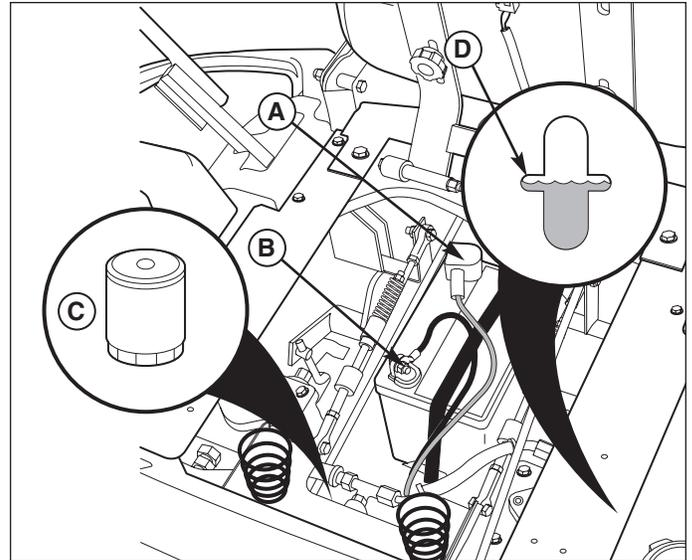

Figure 18. Compartiment de la batterie
1. Vérifiez le niveau de l'huile lorsque la machine est à froid. Le port d'inspection est situé à l'intérieur du couvercle du réservoir droit. Le niveau de l'huile doit être dans les 1,3 cm du repère de niveau horizontal (D, Figure 18). Si le niveau d'huile est inférieur à ce niveau, passez à l'étape 2.
1. Repérez le filtre d'huile de transmission (C, Figure 18) à l'arrière du compartiment de la batterie sous le siège.